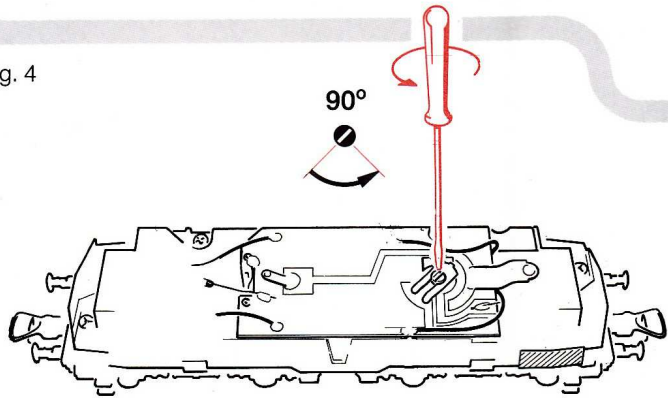

Fig. 6
3. Change of lights: first remove loco body (fig. 3) and then change **lights** (fig. 6).
3. Remplacement des ampoules: Veuillez démonter d'abord la caisse de votre locomotive (fig. 3), puis vous pouvez **échanger les ampoules** (voir fig. 6).